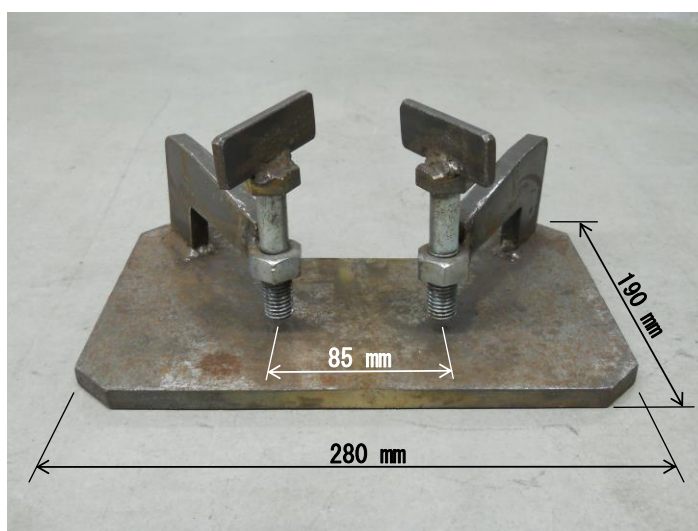

図1 仮付け用ジグ
競技材、作業台、仮付け用ジグ(図1参照)、競技材固定ジグ(図2参照)、工具類(チップングハンマ、ハンマ、ニッパ、やすり、ワイヤブラシ、たがね、紙ヤスリ)、腰かけ、競技材運搬具、電流調整用すて金
- (1) 競技は、厚板の部及び中板の部ごとに表1、別図1及びその溶接条件に従ってアーク溶接又は半自動溶接を行う。
- (2) 競技時間は、開先部の加工仕上げから競技材提出及び競技場の清掃までの時間をいう。
(別図 1)